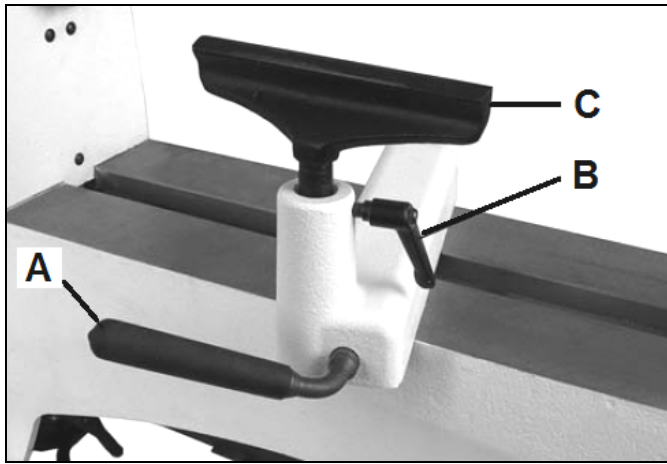

Fig 28
Stellen Sie die Handstahlaufgabe (C, Fig 28) so nahe an das Werkstück als möglich und fixieren Sie die Position mit dem Hebel (A).